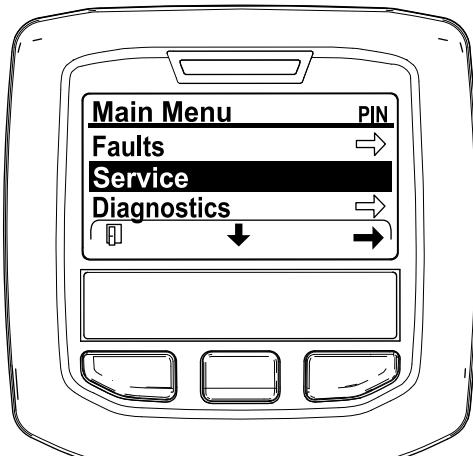

Bild 42
2. Navigieren Sie auf das HAUPTMENÜ, drücken Sie die mittlere Taste, um auf das Menü SERVICE zu navigieren; drücken Sie die rechte Taste, um die Option SERVICE auszuwählen (Bild 42).